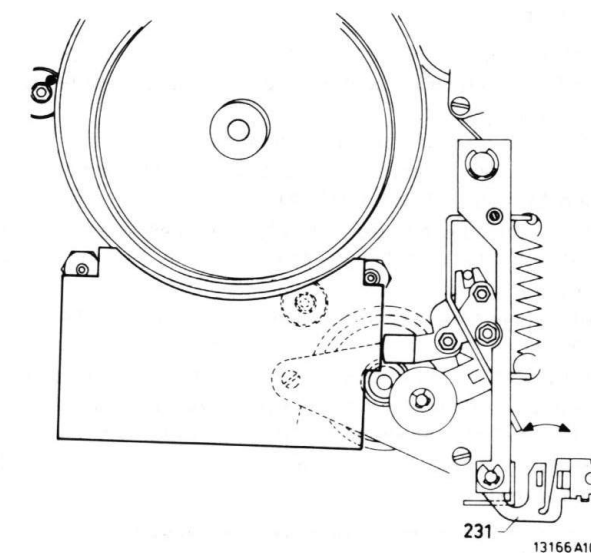

Fig. III-21
- Druk de mal volgens fig. III-21 tegen de cassetterol-assen.
- Indien nodig kan dit ingesteld worden door beugel 231 te verbuigen (zie fig. III-21).